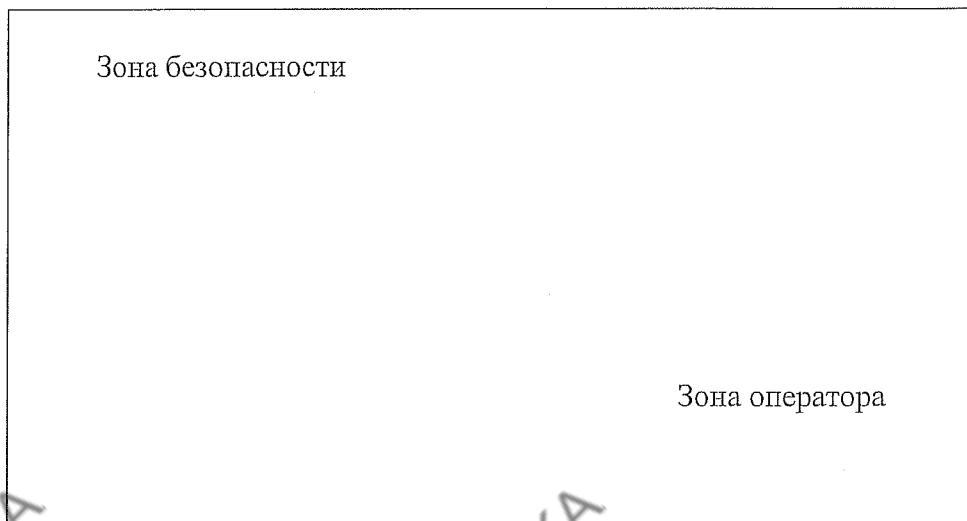

Рис. 15. Зоны эксплуатации.
При выполнении подъема и опускания оператор должен находиться в зоне у командной стойки, как показано на Рис. 15. Нахождение людей в опасной зоне работы подъемника, которая обозначена на том же рисунке, категорически запрещается. Персонал допускается к работе под автомобилем только после завершения подъема, когда автомобиль находится в стационарном состоянии.
- Люди находились за пределами зоны эксплуатации при подъеме автомобиля (Рис. 15);